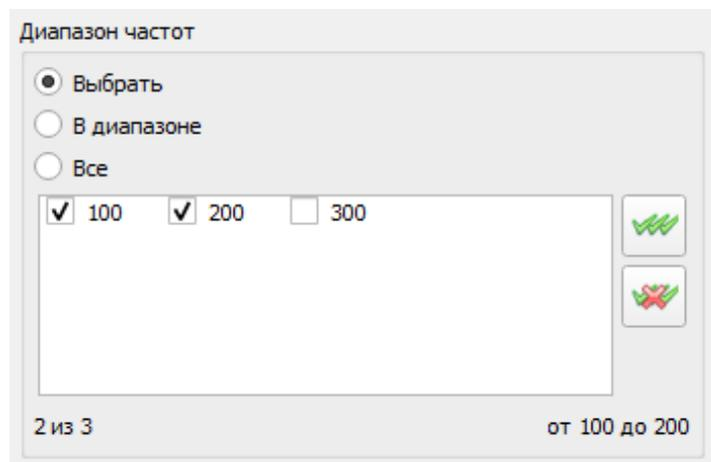

Рисунок 94 - Блок редактирования диапазона частот карточки "Поиск источника"
- "Диапазон частот" – список частот, на которых производится расчет. Список доступных частот ограничен набором частот, на которых выполнен пересчет во все узлы. Среди доступных частот можно выбрать необходимые частоты по отдельности или ограничить их диапазоном, путем переключения соответствующих пунктов в блоке настроек "Диапазон частот" (Рисунок 94), в котором также указывается количество выбранных частот.